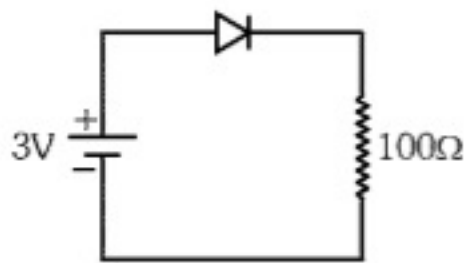
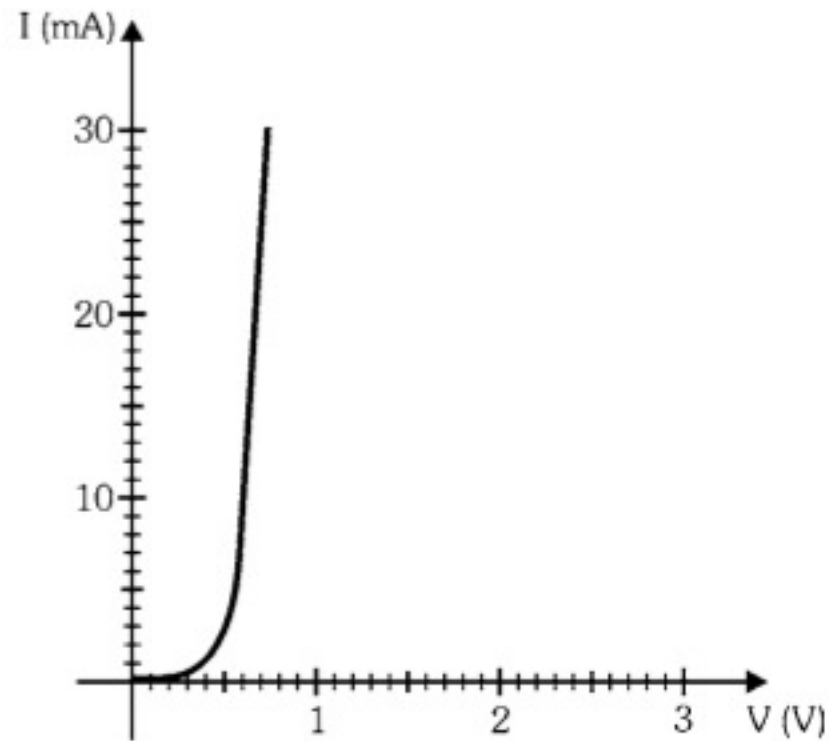

Figura 1.32 - Circuito com diodo.
Figura 1.33 - Curva característica.
- 1.4) Considere o circuito da Figura 1.32 e a curva característica do diodo mostrada na Figura 1.33.